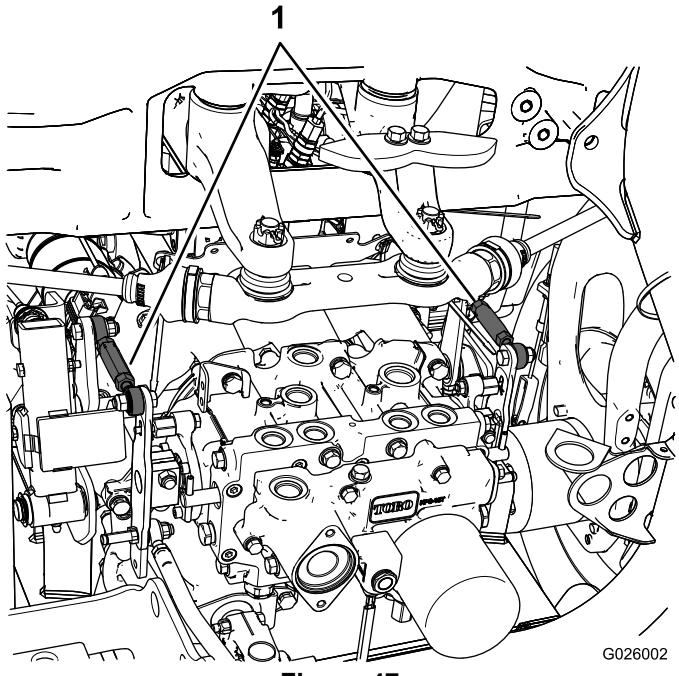

Figura 47
- Si el neumático trasero izquierdo está girando, afloje las contratuerzas de la varilla de control de la transmisión del lado izquierdo (Figura 47).